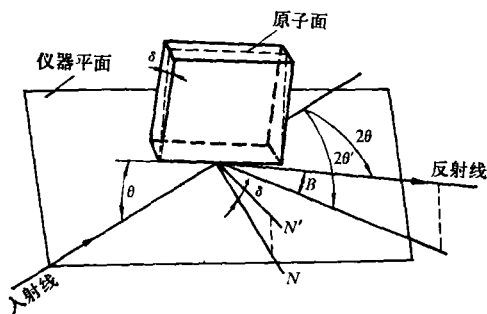

图4 被测表面与原子面成一角度, 平行于水平棱
3. 被测表面与原子面成一角度,平行于水平棱,如图 4 所示。